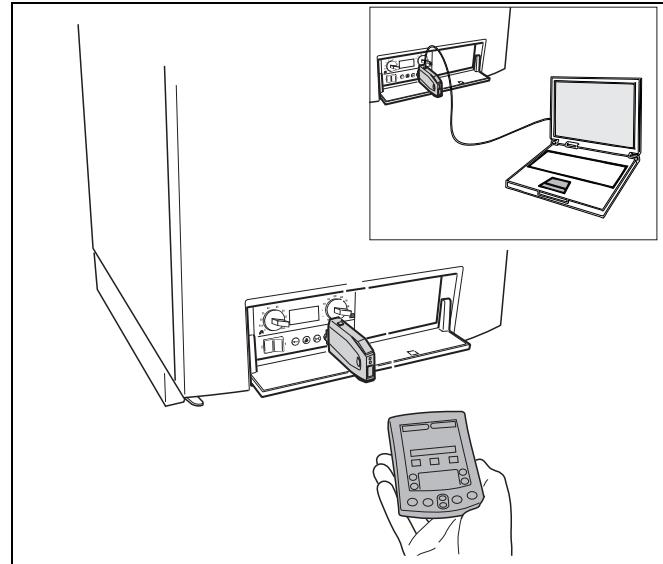
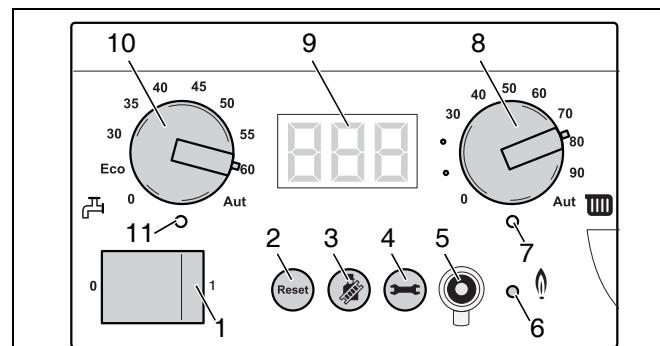

Fig. 51 Collegare il Service Tool alla caldaia
Fig. 53 Regolatore di base BC10
Per l'acquisizione, l'analisi e l'eliminazione di un malfunzionamento, in modo più adeguato, veloce e semplice, è possibile collegare il Service Tool (fig. 51) al connettore Service della caldaia (fig. 53, pos. 5).
Sul display (fig. 53, pos. 9) sono visualizzati i valori, le impostazioni e i codici dell'impianto di riscaldamento.
Con la manopola "Valore nominale acqua calda" (fig. 53, pos. 10) è possibile preimpostare la temperatura di acqua calda desiderata nell'accumulatore-produttore di acqua calda. L'unità di misura sono i °C. Vedere tab. 16, pagina 55.
Il LED "Produzione acqua calda" (fig. 53, pos. 11) è acceso se è richiesto un apporto di calore per riscaldare l'acqua e si spegne quando questo richiesta di fabbisogno non è più presente.
È possibile esplorare la struttura del menu della caldaia sul BC10 mediante il tasto "Reset", il tasto "Spazzacmino" e il tasto "Indicazione di stato" (fig. 53, pos. 2, 3 e 4) e del display (fig. 53, pos. 9) secondo quanto previsto dalle tabelle 7-11.